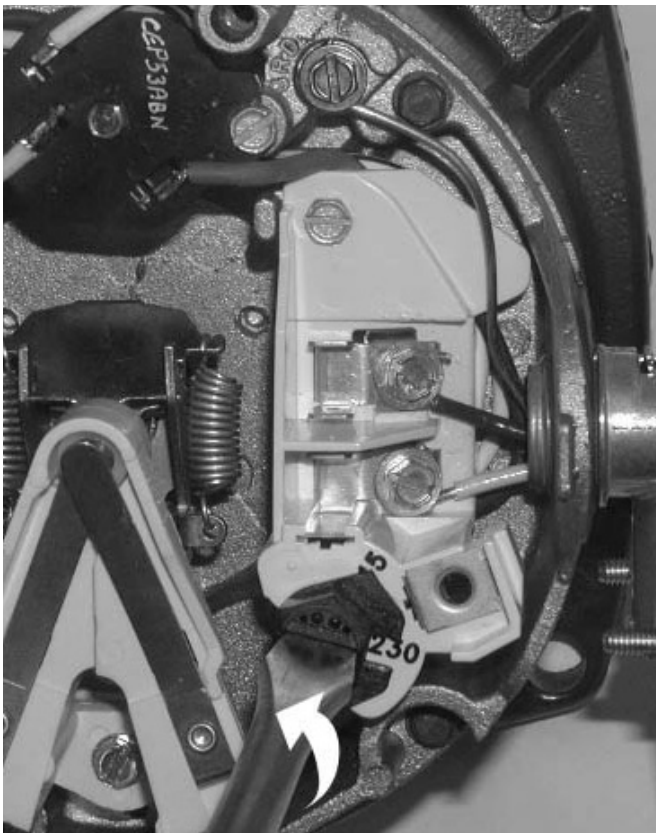

Figure 3 – Modification au réglage de la tension
- 7 ° Brancher les conducteurs transporteurs de courant sur les bornes L1 et L2 qui se trouvent sous le carter du moteur. Lorsque l'on remplace le moteur, comparer le schéma de câblage de la plaque signalétique par rapport à la Figure 3. Si le schéma de câblage du moteur ne correspond pas au schéma de la Figure 3, suivre le schéma de câblage du moteur.
IMPORTANT : Les modèles monophasés fonctionnant sur le 115/230 volts sont expédiés de l'usine câblés pour fonctionner sur le 230 volts. Si le courant d'alimentation est de 115 volts, déposer le carter du moteur et rebrancher le moteur comme il est illustré à la Figure 3. Ne pas essayer de faire fonctionner un moteur comme il est reçu sur le courant de 115 volts.